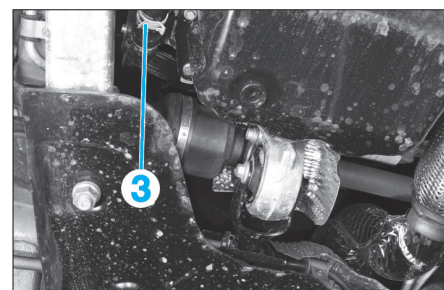

Fig. 46
- Vidanger le radiateur en désaccouplant la durit (3) du boîtier d'entrée d'eau à l'aide de la pince [4] et diriger l'extrémité du tuyau vers un bac de récupération (Fig.46).